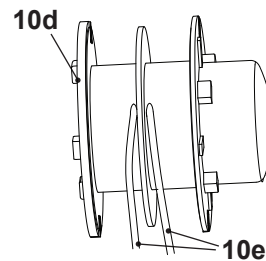

Fig. 16
1. Remova a bobina de aparar (10d) da cabeça do aparador (10), como indicado no capítulo “Linha para aparar - substituir a bobina de aparar”.
5. Direcione uma extremidade das linhas para aparar novas (10e) pelo pequeno ilhó na bobina de aparar (10d) (Fig. 16).